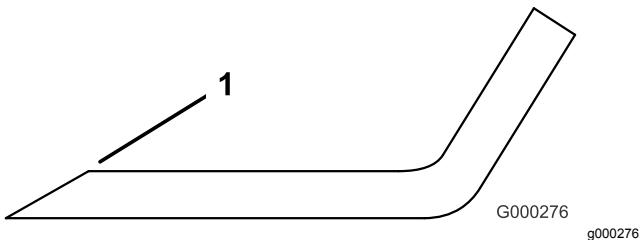

Bild 131
3. Prüfen Sie die Schnittkanten aller Messer und schärfen die Kanten, wenn sie stumpf sind oder Kerben haben (Bild 131).
- Hinweis:** Schärfen Sie nur die Oberseite der Schnittkante und behalten Sie den ursprünglichen Schnittwinkel bei, um die Schärfe des Messers zu gewährleisten (Bild 131). Das Schnittmesser bleibt ausgewuchtet, wenn von beiden Schnittkanten die gleiche Materialmenge entfernt wird.